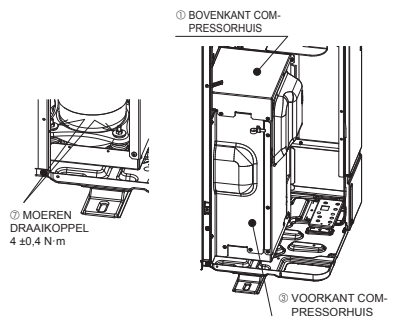

Fig. 4-2
- Na het verwijderen van de bevestigingscomponenten van de compressor, verzekert u zich ervan de moeren vast te draaien en installeert u het BOVENKANT COMPRESSORHUIS en de VOORKANT COMPRESSORHUIS op hun oorspronkelijke plaatsen. (Fig. 4-2)